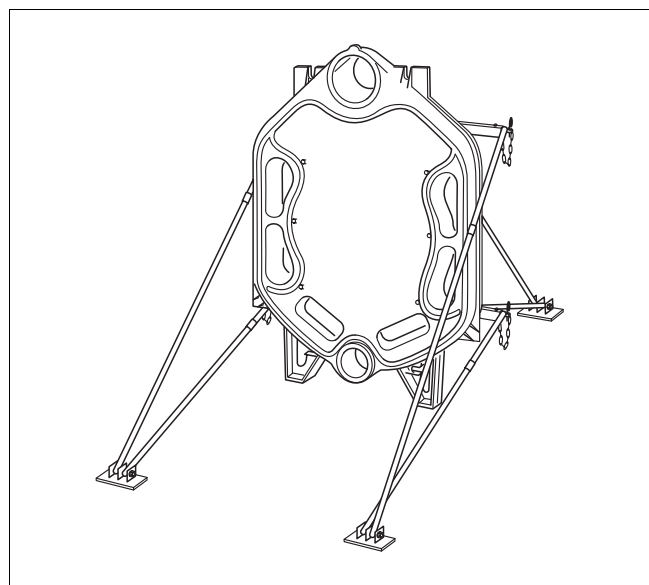

Fig. 7 Elemento posteriore con set di montaggio montato
- Fissare gli elementi della caldaia con lo strumento ausiliare di montaggio (accessorio) affinché non si ribaltino. Per prima cosa, avvitare l'elemento posteriore allo strumento ausiliare di montaggio (→ fig. 7).
- Sistemare l'elemento posteriore e fissarlo con lo strumento ausiliario di montaggio per evitarne il ribaltamento (→ vedi fig. 7 e istruzioni dello strumento ausiliario di montaggio).